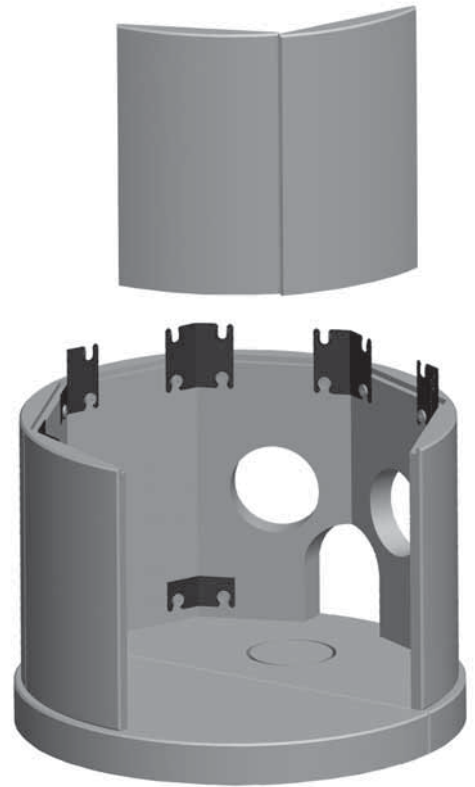

Fig. 9
- Leg de dragende plaat (onderdeel 7) op zijn plaats. Zie Fig. 9C. **NB! Het is zeer belangrijk dat de plaat juist wordt geplaatst. De sleuf moet zich aan de rechterkant bevinden. Zie fig. 9 D.**